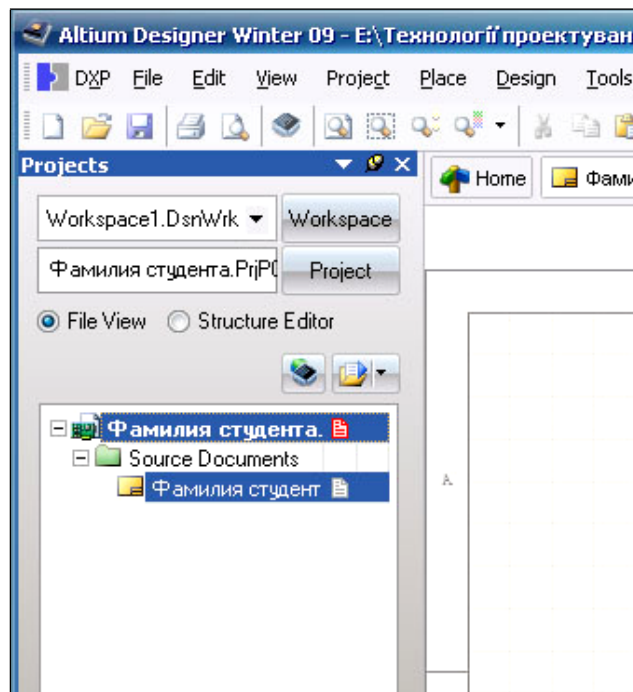

Рисунок 3.
2) Зберегти нову схему (з розширенням *.SchDoc*), вибравши з меню *File » Save As* (Файл » Зберегти як). Перейти в теку на жорсткому диску, в якій необхідно зберегти схему, в полі *File Name* (Ім'я файлу) ввести необхідне ім'я *XXXXX.SchDoc* і натиснути кнопку *Save* (Рисунок 3).